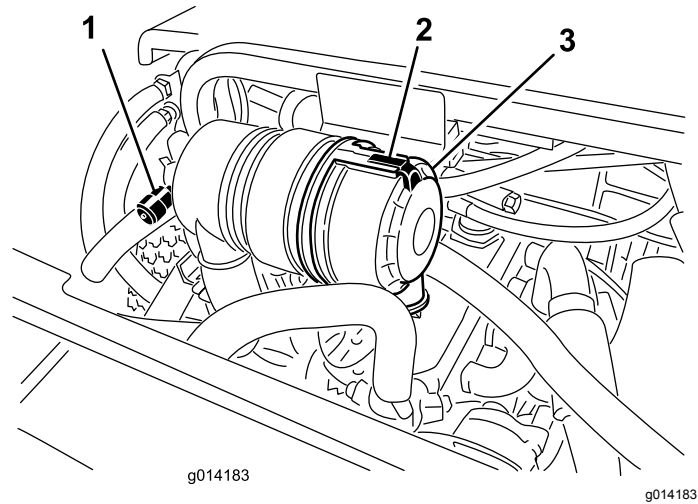

图30
**注意** 用千斤顶将机器升高地面并用顶车架固定可通过上下主销衬套进行更好的润滑。您应该观察到润滑脂从所有 4 个主销组件的轴铸件/衬套总成区的顶部和底部清除出图30。
仅在维修指示灯 (图30) 要求时才维修空气滤清器滤芯。如果是在必须更换之前才更换空气滤清器只会增加灰尘在滤清器拆下时进入发动机的几率。
1. 松开将空气滤清器盖固定到空气滤清器壳体上的门锁 图30。